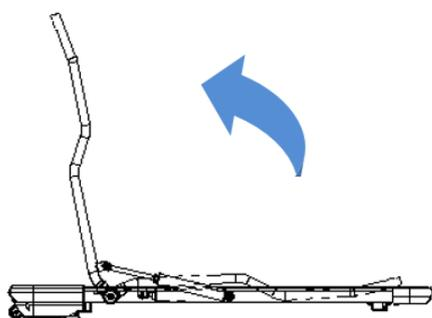

Figure 1
- A. Soulevez les manches gauche et droite de la machine avec les mains (figure 1).